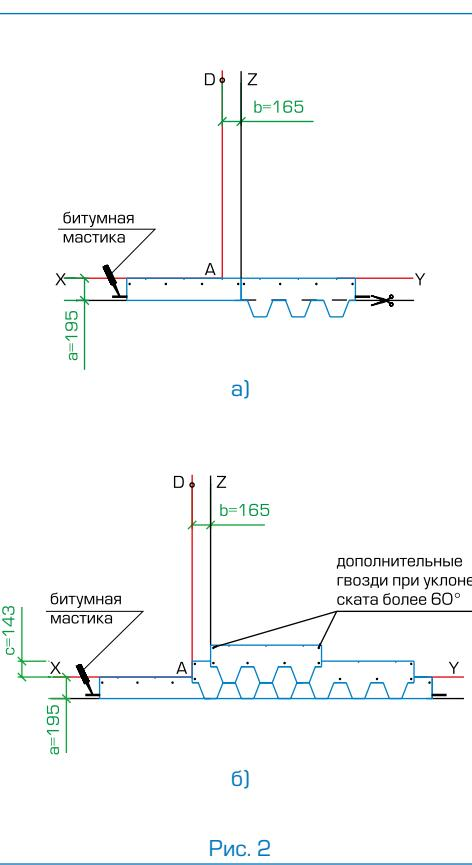

Рис. 2
Укладка материала (рис. 2)
- Начальный ряд формируется из листов черепицы НОРДИК с обрезанными лепестками. Полученные таким образом полосы шириной 19,5 см укладываются по линии карниза в обе стороны от линии Z (рис. 2а) и фиксируются по нижнему краю битумной мастикой, а по верхней кромке 4 гвоздями (ссы гвоздей на 5 см ниже верхнего края полосы);
- далее первый ряд черепицы укладывается от линии AD (рис. 2б);
- второй ряд укладывается от линии Z (со смещением 16,5 см от AD) (рис. 2б);
Каждый лист гибкой черепицы НОРДИК крепится 4 гвоздями таким образом, чтобы гвоздь прошивал и верхний край низлежащего листа черепицы (рис. 2б).